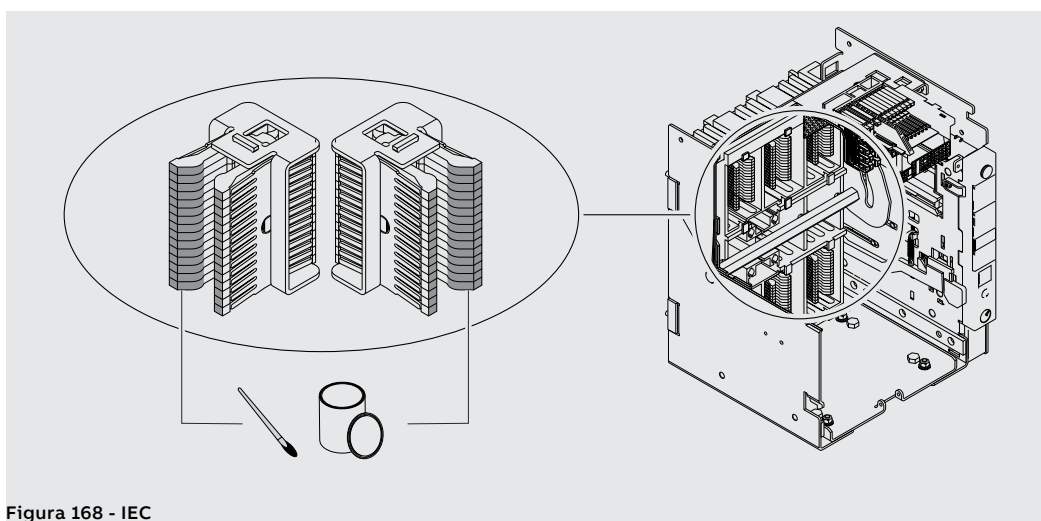
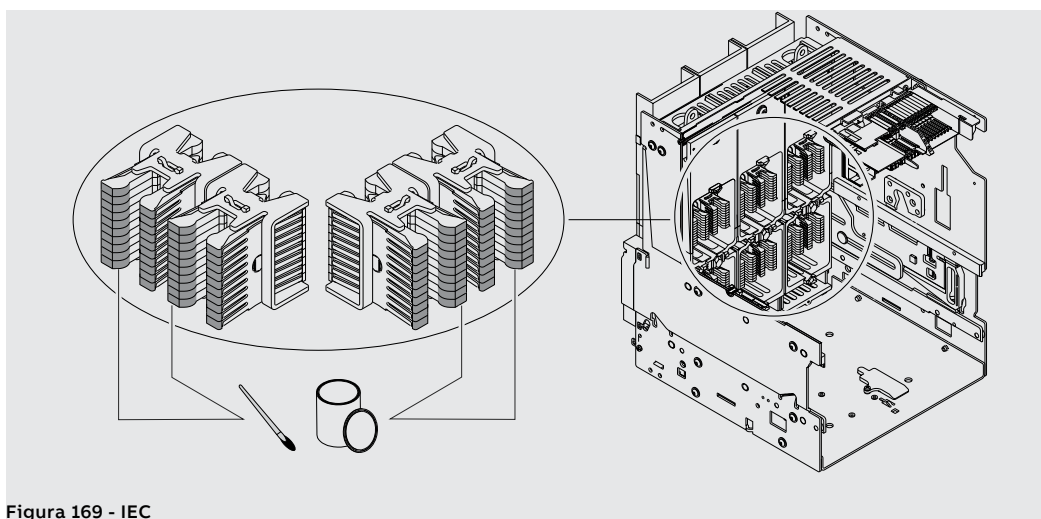

Figura 168 - IEC
Figura 169 - IEC
1. Limpie las pinzas de seccionamiento en los puntos indicados; en caso de abundantes depósitos, utilice un diluyente tipo Chemma 18 o equivalente (Figura 168 - IEC para E1.2; Figura 169 - IEC para E2.2, E4.2 y E6.2).